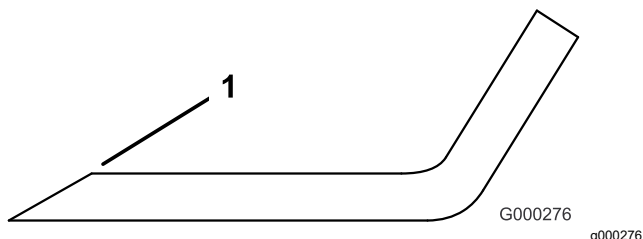

Figura 85
3. Inspeccione los filos de corte de todas las cuchillas, y afílelos si están romos o tienen mellas (Figura 85).
Nota: Afile únicamente la parte superior del filo y mantenga el ángulo de corte original para asegurar un filo correcto (Figura 85). La cuchilla permanece equilibrada si se retira la misma cantidad de metal de ambos filos de corte.